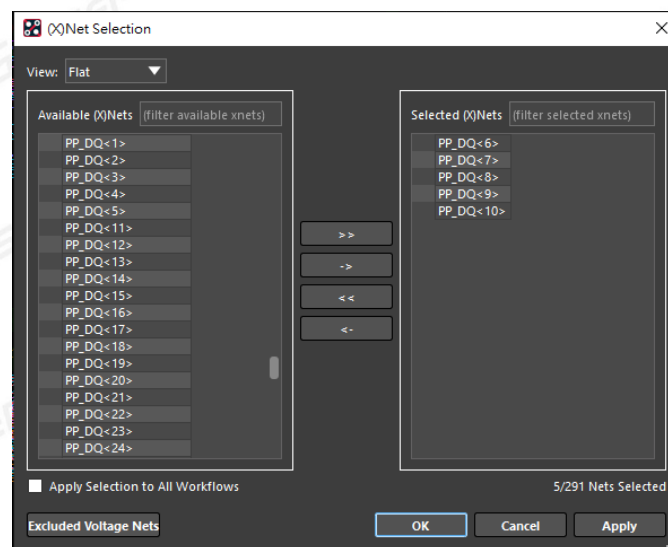

图 15. 选择要分析的 Net
在 (X)Net Selection 窗口中选择要执行分析的信号，默认为 Flat 模式，可显示所有信号名（图 15）。